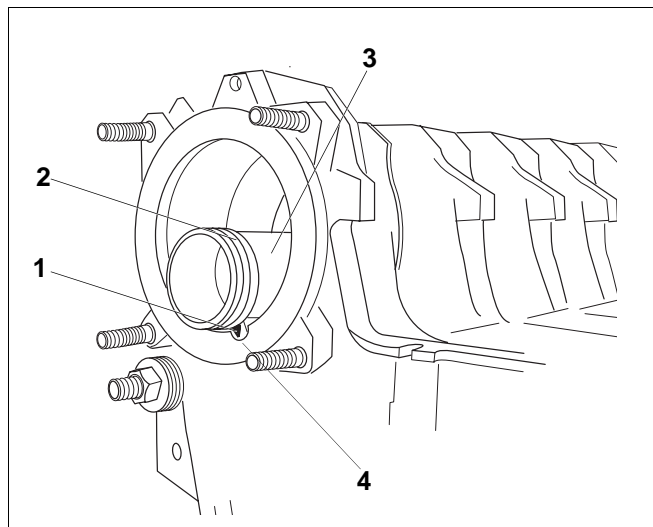
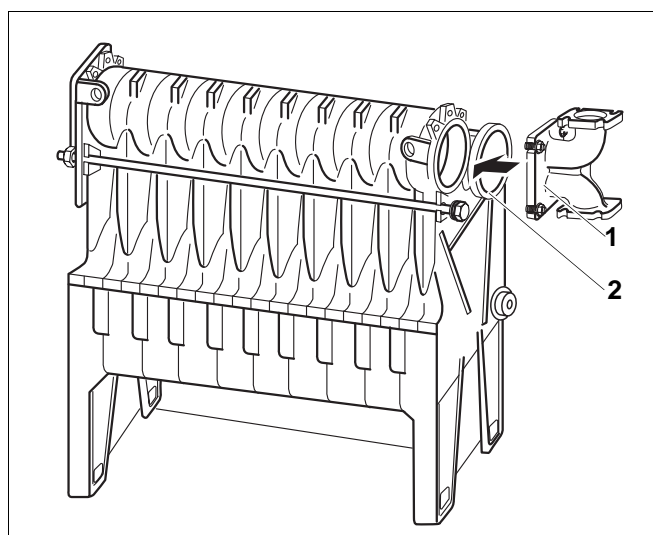
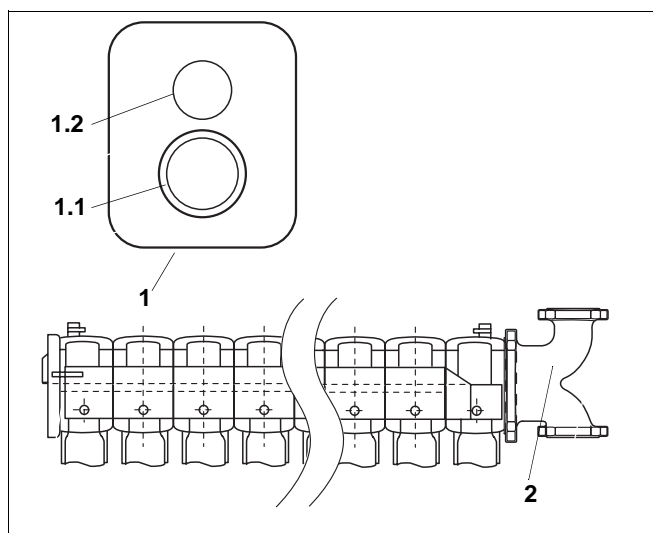

Fig. 23 Position du tube injecteur dans l'éléments en fonte
Fig. 24 Pièce spécifique de racc. - vanne motorisée
Fig. 25 Situation de montage pour le taille 2 x 11
- Enfoncer complètement le tube injecteur (fig. 23, **pos. 3**) et veiller à ce que la nipple (fig. 23, **pos. 1**) de la première partie se trouve dans la réservation (fig. 23, **pos. 4**) de l'élément en fonte.
- Les surfaces extérieures de la bague d'étanchéité (fig. 23, **pos. 2**) sur le tube injecteur (fig. 23, **pos. 3**) doivent être enduites d'un lubrifiant.
- Monter la pièce spécifique de raccordement (fig. 24, **pos. 2**) avec le joint plat (fig. 24, **pos. 1**) aux goujons.
- S'il est impossible de monter la pièce spécifique de raccordement (fig. 24, **pos. 2**), la position du tube injecteur doit être vérifiée (fig. 23, **pos. 3**).
Lors du montage de la pièce spécifique de raccordement (fig. 24, **pos. 2**, emballé séparément) faire attention que le grand orifice (retour (fig. 25, **pos. 1.1**) se trouve en base et que le petit orifice (départ, fig. 25, **pos. 1.2**) se trouve en haut. La pièce spécifique de raccordement doit pouvoir être glissée facilement.